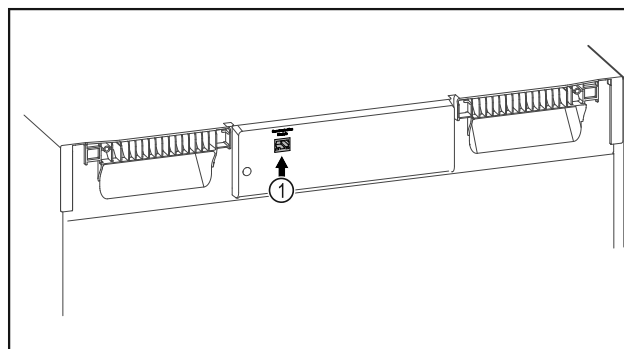

Fig. 99
- SmartModule Fig. 99 (1) naudojamas.